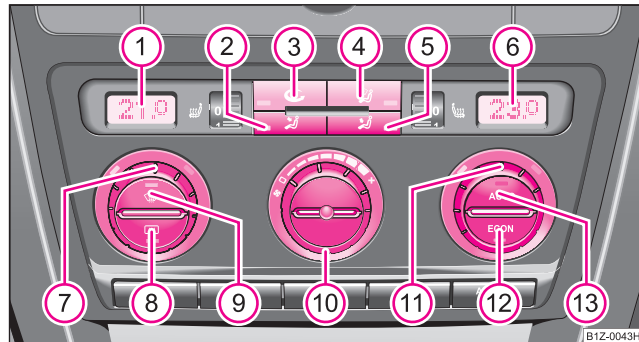

Fig. 123 Climatronic: Elementos de mando
- Pulse la tecla **AUTO** ⇒ página 136, fig. 123.
Pulse y mantenga pulsadas las teclas **ECON** y **AUTO** ⇒ página 136, fig. 123. En el display aparecerán los datos en la unidad de medida deseada de la temperatura.
- Pulse la tecla  ⇒ página 136, fig. 123.
Si se empaña el parabrisas, pulse la tecla   ⇒ **página 136, fig. 123**. Cuando el parabrisas se haya desempañado, pulse la tecla **AUTO**. ■
- Girar el regulador giratorio **10** ⇒ página 136, fig. 123 hacia la izquierda (disminuir el número de revoluciones del ventilador) o hacia la derecha (aumentar el número de revoluciones del ventilador).